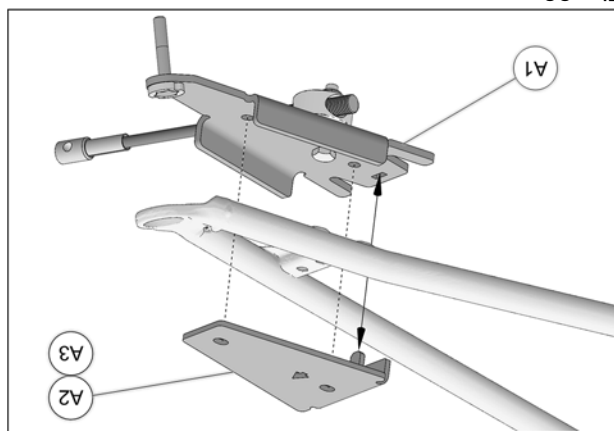

Fig. 22
11. Positionner la partie inférieure de l'ancrage anti-rotation (A1) sous le bras de suspension inférieur. Positionner la partie supérieure (A2-A3) au-dessus du bras de suspension. Aligner les trous et insérer le tenon de la partie supérieure dans l'ouverture de la partie inférieure. Voir la Fig. 22